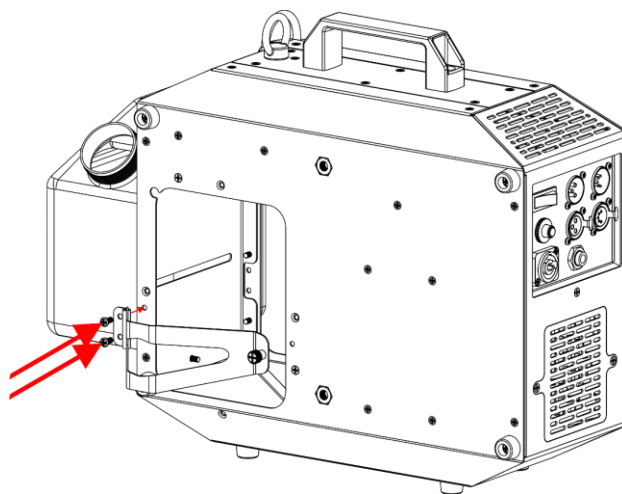

Fig. 15
10) Schroef de 2 schroeven van de beugel in de achterkant en installeer de **beugel voor de vloeistoftank (03)**, zoals getoond in Fig. 15.